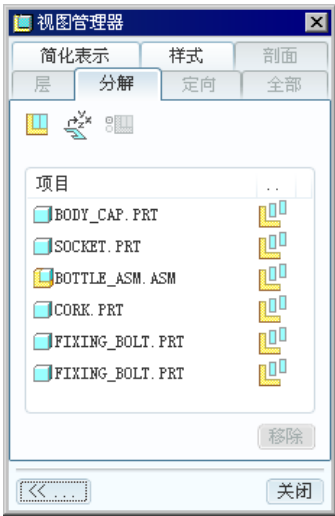

图 9.5.4 “视图管理器”对话框（一）
(1) 在图 9.5.4 所示的“视图管理器”对话框中单击按钮。